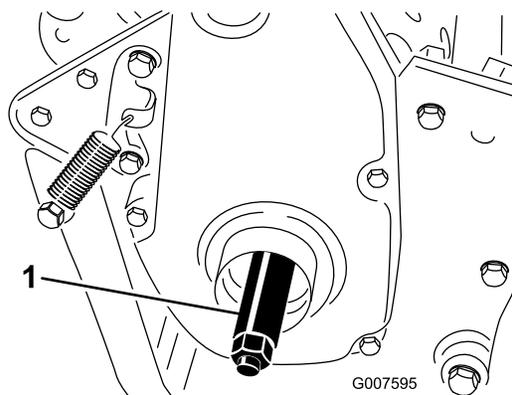

Рисунок 8
- Вверните вал правого колеса в приводной шкив на правой стороне машины (Рисунок 8).